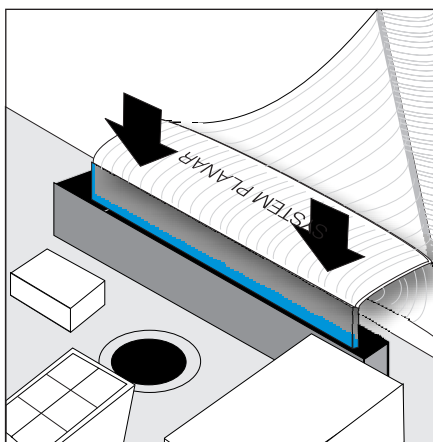

図 76. システム・ボードへのサービス・コントローラー・カード・ケーブルの取り付け
11. ケーブルを再び取り付けるには、ケーブルがまっすぐに装着されるように注意して、システム・ボードにリボン・ケーブルの一端（「システム・プレーナー」のマークが付いている）を慎重に取り付けます。340 ページの図 76 を参照してください。